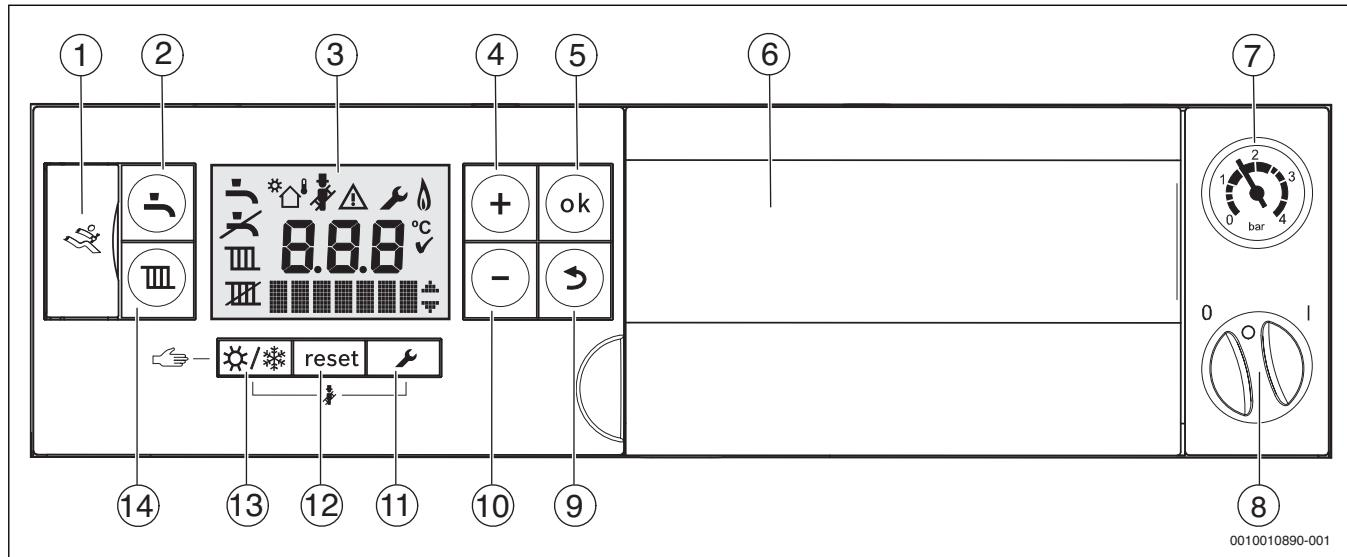

Рис. 1 Панель управления с открытой крышкой
- Включите котел пусковым выключателем (→ рис. 1).
- Выключите котел пусковым выключателем (→ рис. 1).
Таб. 1 Знаки на дисплее (→ рис. 1)